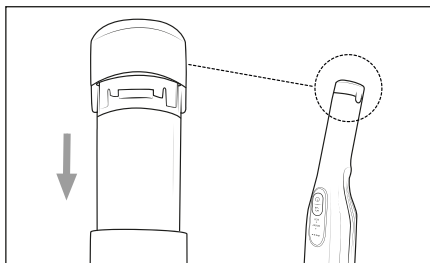

Fig. 3
- 3) Insérez la batterie 1 dans l'appareil jusqu'à la bloquer fermement dans l'appareil (voir fig. 3).